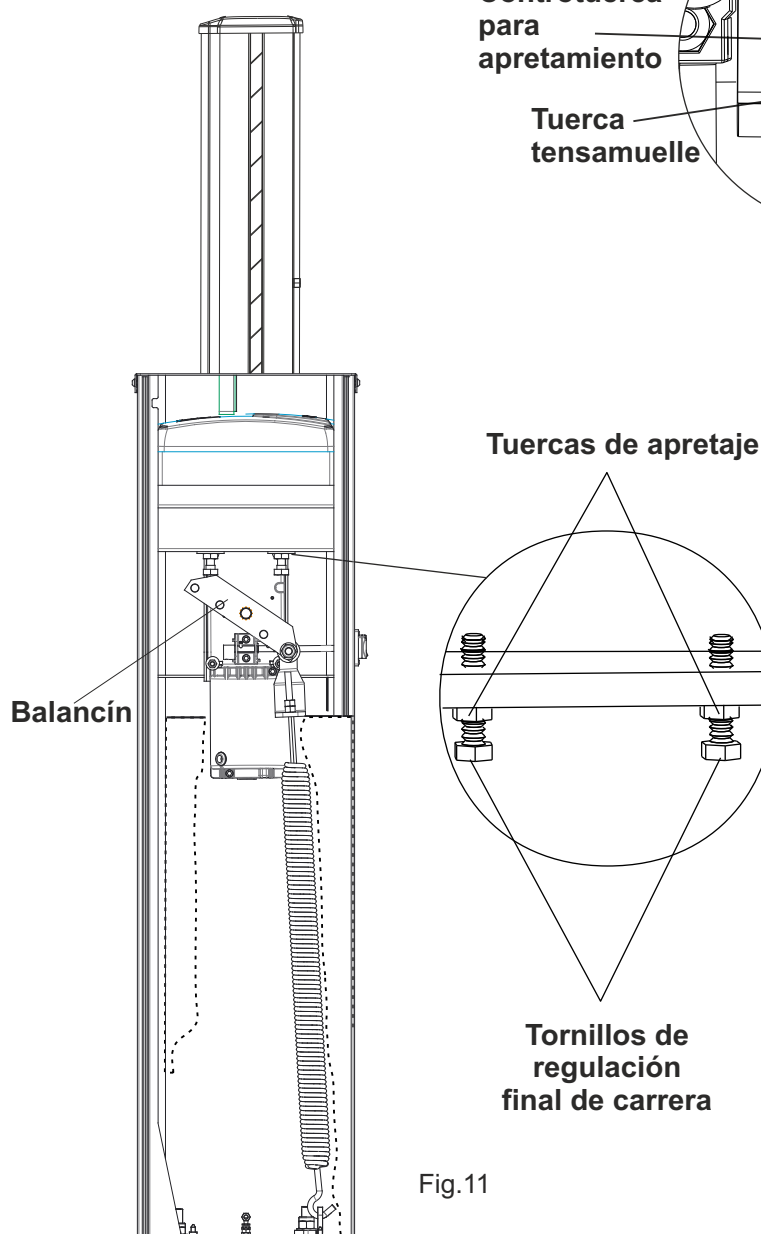

Fig.11
- Desbloquear los tornillos del fin de carrera desatornillando los dados de cerraje estrechos sobre los stop mecanicos (Fig. 11).
- Aflojar o apretar los tornillos de final de carrera para que el mástil se detenga en posición perfectamente vertical en abertura (Fig. 11), y en posición perfectamente horizontal en cierre.